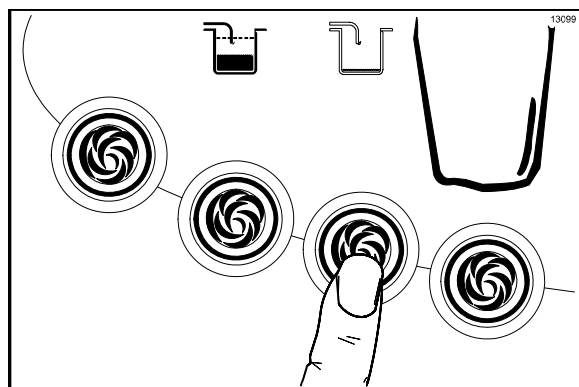

Рисунок 51
10. Нажмите на соответствующий символ  вид сиропа. Должна загореться лампочка символа сиропа, а насос выбранного сиропа начнет работать с максимальной скоростью. (См. рис. 51)